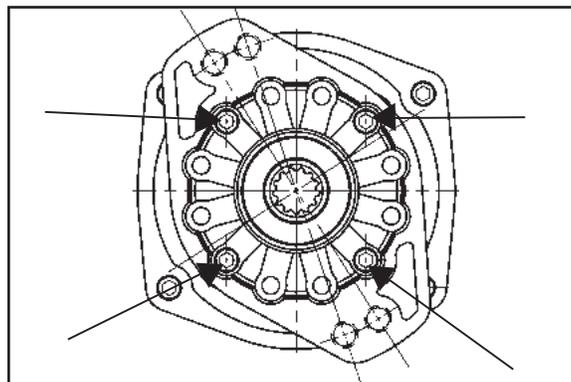

Fig. 9
9. Se si usa una flangia girevole, vedere le specifiche di serraggio a pagina 39 (**fig. 9**).